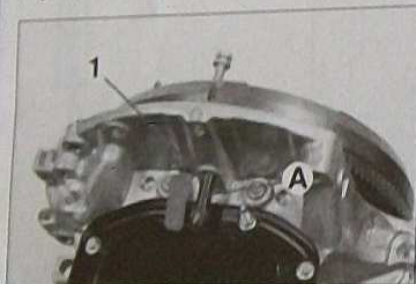
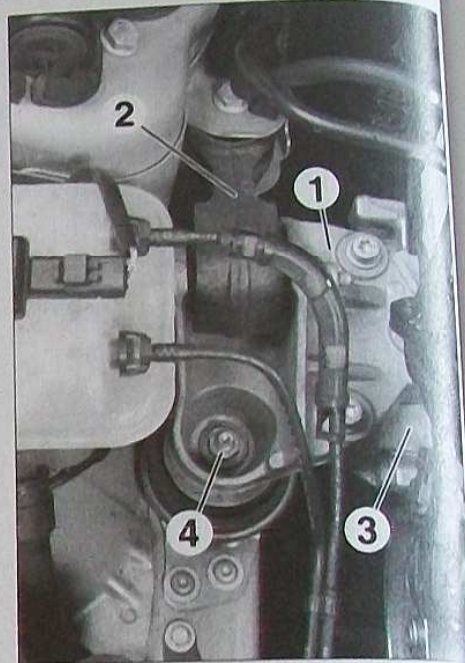

FIG.3
FIG.7
- Immobiliser en rotation le volant moteur à l'aide d'un outil approprié ou de l'outil PSA 0194-C (A) (Fig.3) placé dans le trou (1).
- Déposer la vis de l'équerre anti-décalage (1).
- Déposer l'outil (A) (Fig.3)
- Déposer l'ensemble support moteur (1) et bielle anticouple (2), puis le support moteur intermédiaire droit (3) (Fig.7).
- le support moteur intermédiaire droit (3) (Fig.7) et serrer à 5,5 m.daN.
- le support moteur droit (1) et serrer à 6 m.daN.
- resserrer l'écrou (4) à 4,5 m.daN.
- resserrer les vis (2) à 6 m.daN.
- la pigne de volant moteur (A) (Fig.3).
- Déposer la pigne de volant moteur (A).